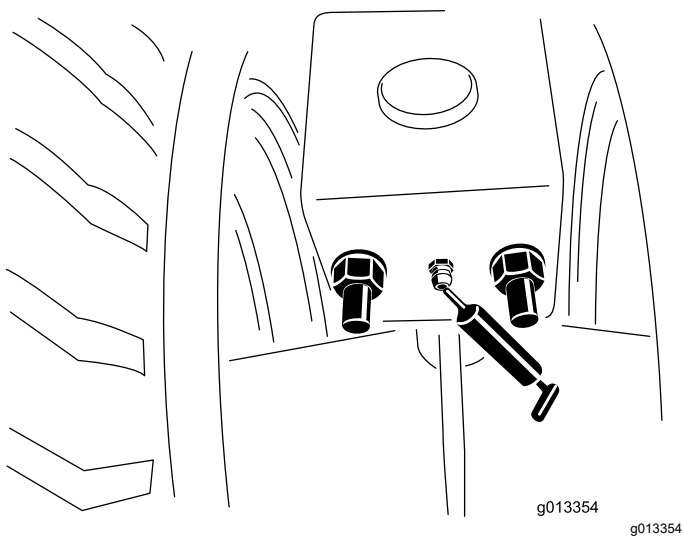

図 57
1. 異物がないように、グリスフィッティングをきれいに拭く 図 57。